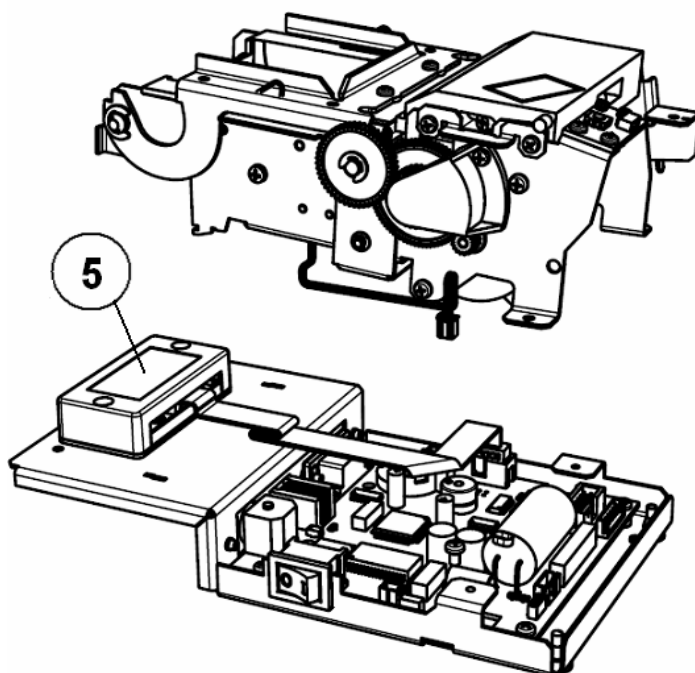

Рисунок 8. – Печатающий механизм снят.
- ◆ Снимите печатающий механизм (см. рис. 8).